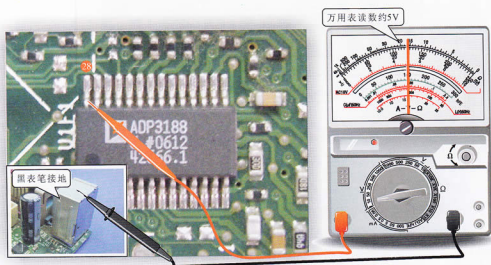

图4-13 电源管理芯片电源供电端的检测
(3) 经检测,发现不能检测到以上信号,但此时还不能确定是该芯片损坏,接下来还需要确定其工作的条件——电源供电是否正常。用万用表检测ADP3188的②8脚(VCC)供电端。将万用表量程旋至直流10V电压挡,黑表笔接地,红表笔检测ADP3188的②8脚,检测后发现+5V的供电电压,正常,如图4-13所示。